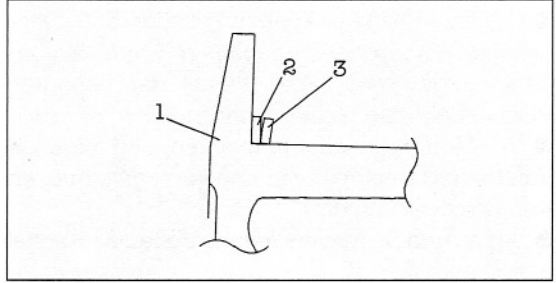

Bild 195
- Tellerfeder so einbauen, dass Aussendurchmesser nach aussen weist (Bild 195).